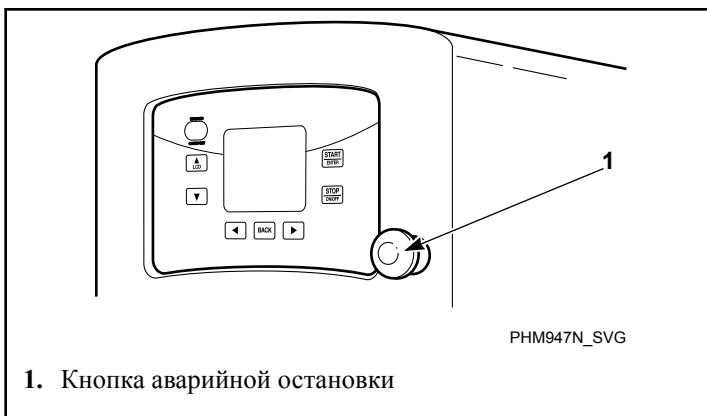

Рис. 37
9. Если во время эксплуатации машины возникли какие-либо опасные условия, необходимо вдавить кнопку аварийного останова (см. Рис. 37), чтобы прекратить работу машины.